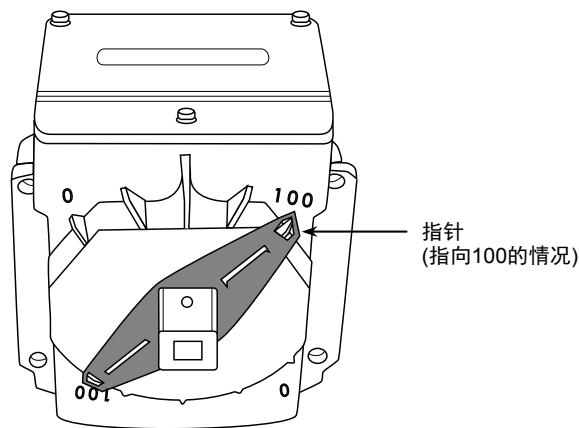

图5 执行器全开时的指针位置
- (3) 与阀门相同, 请确认执行器开度处于全开(100%)。(出厂时被设定为全开位置。)如图5所示, 可通过执行器底部的指针确认开度。在将执行器调整到全开位置的情况下, 请参照本说明书的[手动开/关的方法]章节。